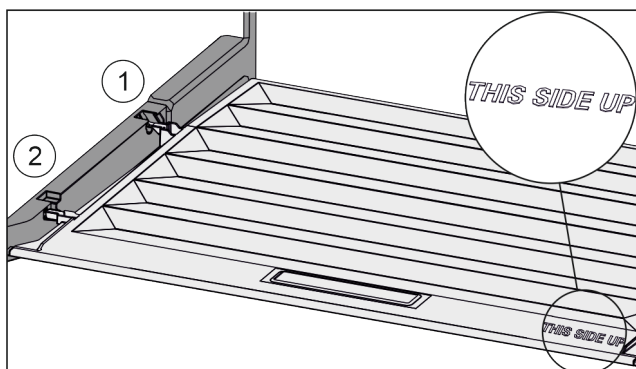

Fig. 68
- ▶ Ramiona pokrywy wprowadzić ponad otworem tylnego uchwytu Fig. 68 (1) i zażebić z przodu w uchwycie Fig. 68 (2).